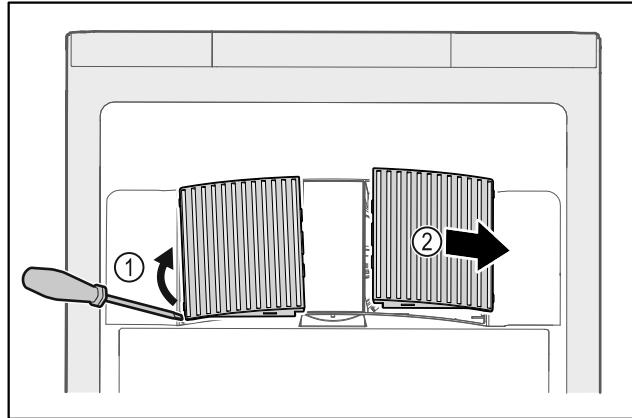

Fig. 200
- Ventilatorabdeckungen vorsichtig von der Seite herausheben Fig. 200 (1) und nach vorne abnehmen Fig. 200 (2).